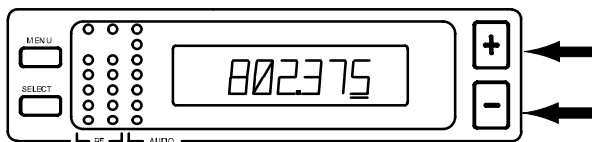

FIGURA 19
4. Oprima el botón "+" o "-" para aumentar o reducir la frecuencia en intervalos discretos hasta obtener la frecuencia deseada. Vea la Figura 19.